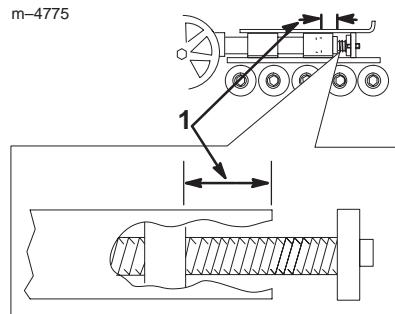
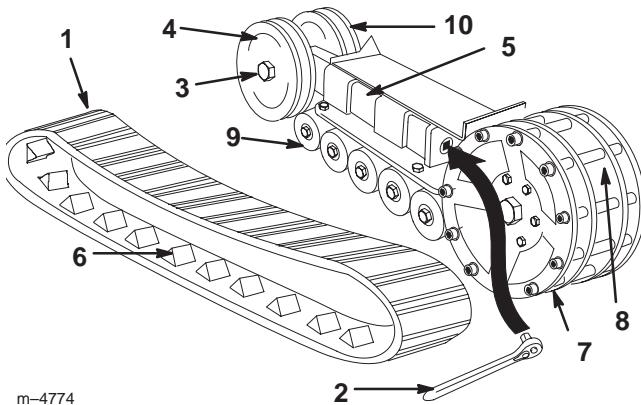

Bild 35
Bild 38
Prüfen und stellen Sie die Kettenspannung alle 100 Betriebsstunden ein. Zwischen der Spannungsmutter und der Rückseite des Spannungsrohrs sollte ein Abstand von 7 cm sein (Bild 35). Stellen Sie ansonsten die Kettenspannung wie folgt ein:
4. Drehen Sie die Spannschraube mit einem Sechskantschlüssel (1/2 Zoll) (Bild 38) entgegen dem Uhrzeigersinn, bis der Abstand zwischen der Spannmutter und der Rückseite des Spannungsrohrs 7 cm beträgt (Bild 35).
11. Drehen Sie die Spannschraube im Uhrzeigersinn, bis der Abstand zwischen der Spannungsmutter und der Rückseite des Abzweigschlauchs 7 cm beträgt (Bild 35).
5. Drücken Sie das Spannungsrad zur Rückseite der Maschine, um das Spannungsrohr gegen den Rahmen zu bewegen (Bild 38). (Wenn es den Rahmen nicht berührt, drehen Sie die Spannschraube so lange, bis es funktioniert.)
6. Nehmen Sie die Mutter ab, mit der das äußere Spannungsrad befestigt ist. Nehmen Sie das Rad ab (Bild 38).
7. Nehmen Sie die Kette ab (Bild 38).
8. Nehmen Sie die Mutter ab, mit der das innere Spannungsrad befestigt ist. Nehmen Sie das Rad ab (Bild 38).
12. Setzen Sie das innere Spannungsrad ein und befestigen Sie es mit der vorher abgenommenen Mutter (Bild 38).
14. Montieren Sie die neue Kette. Achten Sie darauf, dass die Stollen in der Kette zwischen die Distanzstücke in der Mitte des Antriebsrads passen (Bild 38).
15. Setzen Sie das äußere Spannungsrad ein und befestigen Sie sie mit der vorher abgenommenen Mutter (Bild 38).
17. Drehen Sie die Spannschraube entgegen dem Uhrzeigersinn, bis der Abstand zwischen der Spannungsmutter und der Rückseite des Spannrohrs 7 cm beträgt (Bild 35).